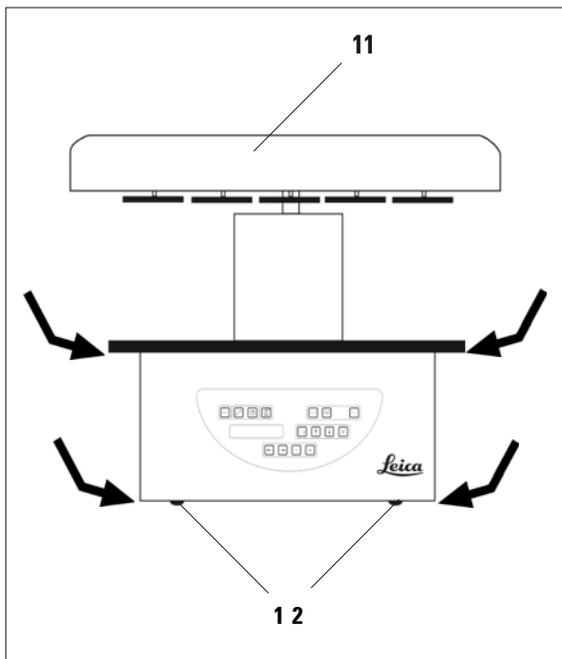

Fig. 11
- Pegue na plataforma dos frascos de reagentes ou na parte inferior do corpo (fig. 11) para erguer o aparelho e retirá-lo da placa básica (8).